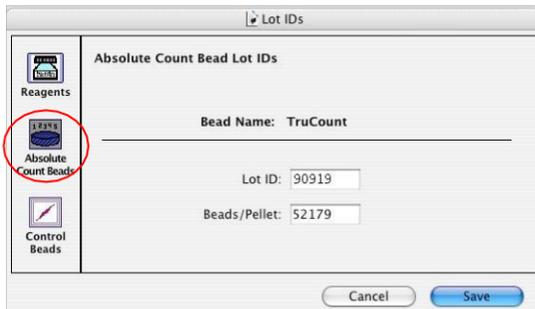

Figura 3: Tela Absolute Count *Beads* no ícone Lot IDs.
- Se necessário**, o software irá informar que necessita de ajustes manuais, quando a taxa de eventos é menor que 400 eventos/seg ou quando o ajuste automático dos PMTs demorar mais que 75 segundos. Para ativar o modo manual, clicar no botão **Manual** na parte inferior da tela. A janela de valores alvos (**target values**) aparecerá. Utilizar a janela **Detectors/Amps** para ajustar os PMTs em ± 2 canais dos valores de referência para a fluorescência do PMT. Para SSC, ajustar o PMT em ± 5 canais dos valores alvos de compensação. O marcador de checagem não aparecerá durante o ajuste manual do PMT (**Figura 3**).
Figura 3: Ajuste dos tubos fotomultiplicadores (PMTs) utilizando o tubo A (partículas não marcadas e partícula APC). Observar o aparecimento da janela **Target Values** quando o botão **Manual** é clicado.
2.3.1. Clicar no ícone **Absolute Count Beads** (**Figura 3**) e adicionar os valores de **lot ID** e **beads/pellet** presentes na etiqueta da embalagem metálica contendo os BD Trucount™ Absolute Count Tubes **É importante colocar corretamente os valores do lot ID e da contagem de partículas para obter resultados precisos.**